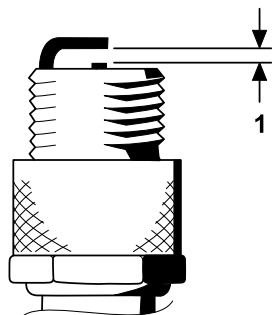

Figure 32
4. Réglez l'écartement entre les électrodes centrale et latérale à 0,76 mm, comme montré à la Figure 32.